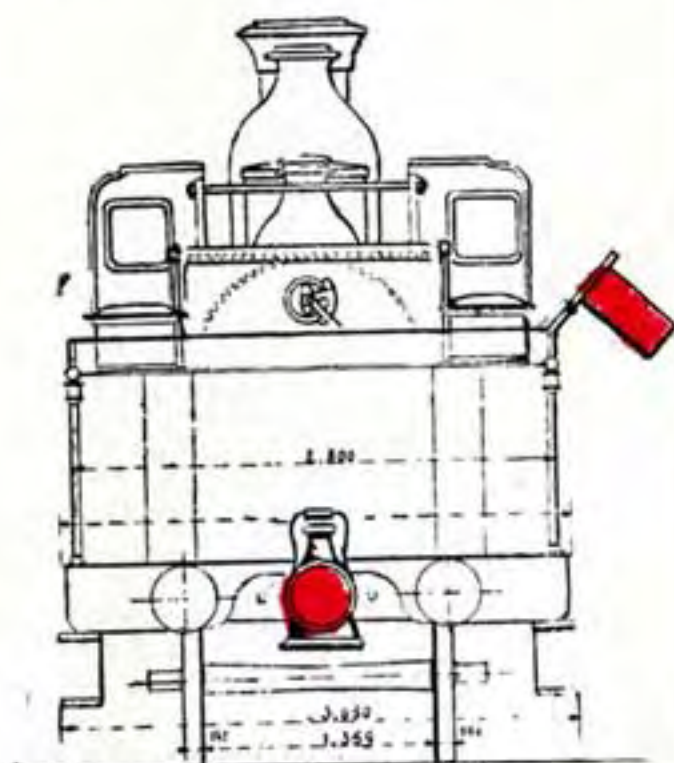

Fig. 22
pendant le jour, un drapeau rouge arboré sur le côté droit (1) du tender ou de la machine-tender, de la voiture à vapeur ou de la machine-fourgon (fig. 22) ;